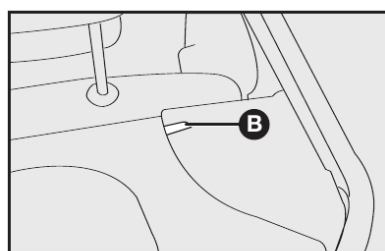

fig. 90
2) Desencaixar os pinos de articulação do bagagito **B-fig. 90** de suas sedes e removê-lo.